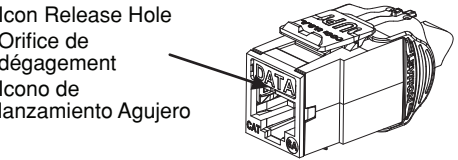

Fig 9.
4. Icons may be removed from the front of a jack by unbending a small paper clip, inserting the end of the clip into the Icon release hole, and gently prying outward. (See Fig. 9).
4. On peut retirer une étiquette en dépliant un petit trombone, en en insérant le bout dans le trou de dégagement, puis en tirant délicatement pour la faire sortir (fig. 9).
4. Los Iconos pueden ser retirados de la parte frontal de un conector desdoblado un pequeño clip de papel, insertando el extremo del clip dentro del orificio de liberación del Icono y haciendo palanca hacia afuera con cuidado. (Vea Fig. 9).